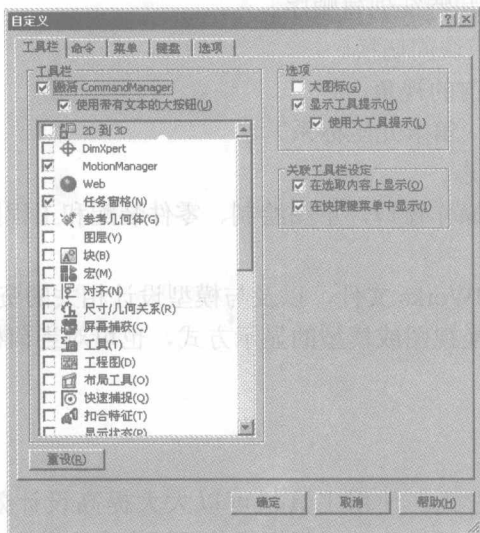

图 1-13 【自定义】对话框
- (1) 打开零件、装配体或工程图文件。
- (2) 在【工具】主菜单中选取【自定义】选项或在工具栏区域单击鼠标右键, 在弹出的快捷菜单中选择【自定义】选项, 打开如图 1-13 所示的【自定义】对话框。
- (3) 在【工具栏】列表框中选择要显示的工具栏。
- (4) 在【选项】分组框中选中【大图标】复选项以较大的图标显示工具按钮。
- (5) 选中【显示工具提示】复选项, 当鼠标指针指在工具栏按钮时, 系统会自动出现该工具的功能说明。
- (6) 如果所显示的工具栏位置不理想, 可以将鼠标指针移至工具栏按钮之间的空白处, 按住并拖动工具栏至想要的位置。